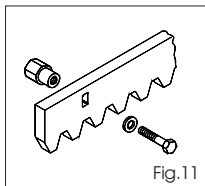

Fig.11
5.4.1. Crémaillère à souder en acier (Fig. 11)